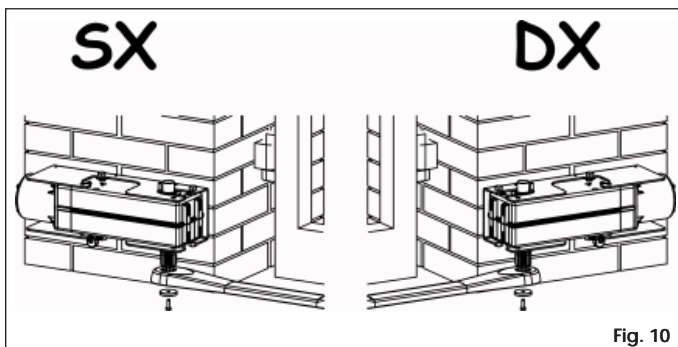

Fig. 10
- Steek de rechte hendel van de gescharnierde arm in de as van de motorreductor, en zet hem vast met de bijgeleverde schroef en rondsel (Fig. 10).
- Zet de beschermingskap op de aandrijving (Fig. 10).